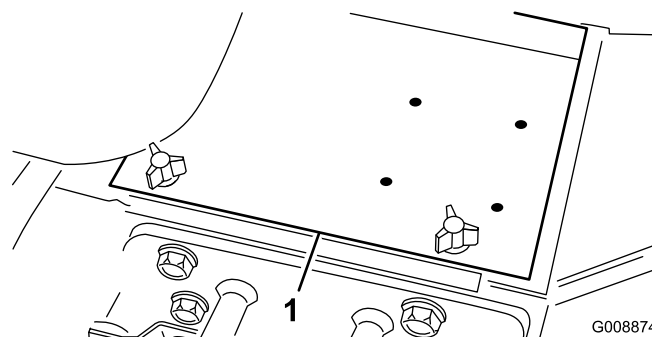

Bild 4
3. Entfernen Sie die Batterieabdeckung (Bild 4).